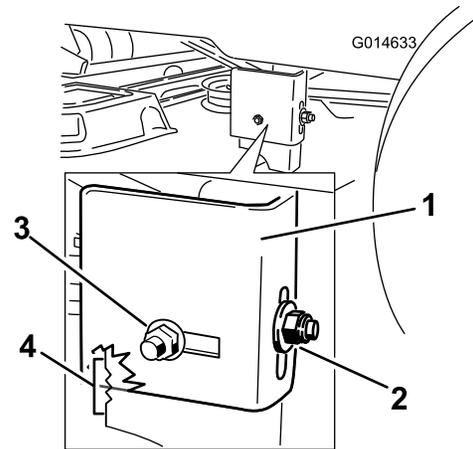

Bild 51
8. Lösen Sie die hintere Sicherungsmutter am Hängeprofil so weit, dass Sie die Halterung bewegen können (Bild 51).
10. Stoppen Sie das Mähwerk an der eingestellten Stellung und ziehen Sie die hintere Sicherungsmutter am Hängeprofil fest, um die neue Stellung zu arretieren (Bild 51). Ziehen Sie die seitliche Sicherungsmutter am Hängeprofil fest.